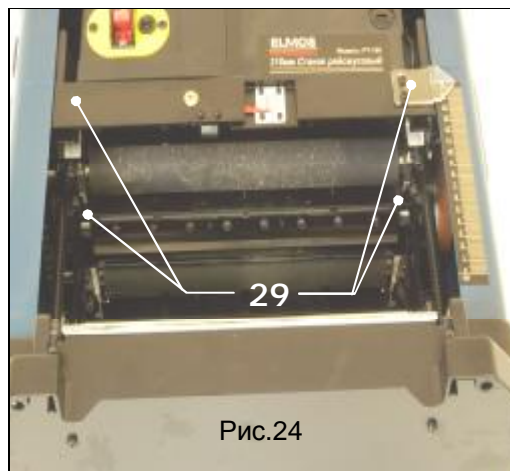

Рис.24
4. Положите рейсмус на заднюю сторону и смажьте маслом подающие роликовые втулки 29 (Рис.24).